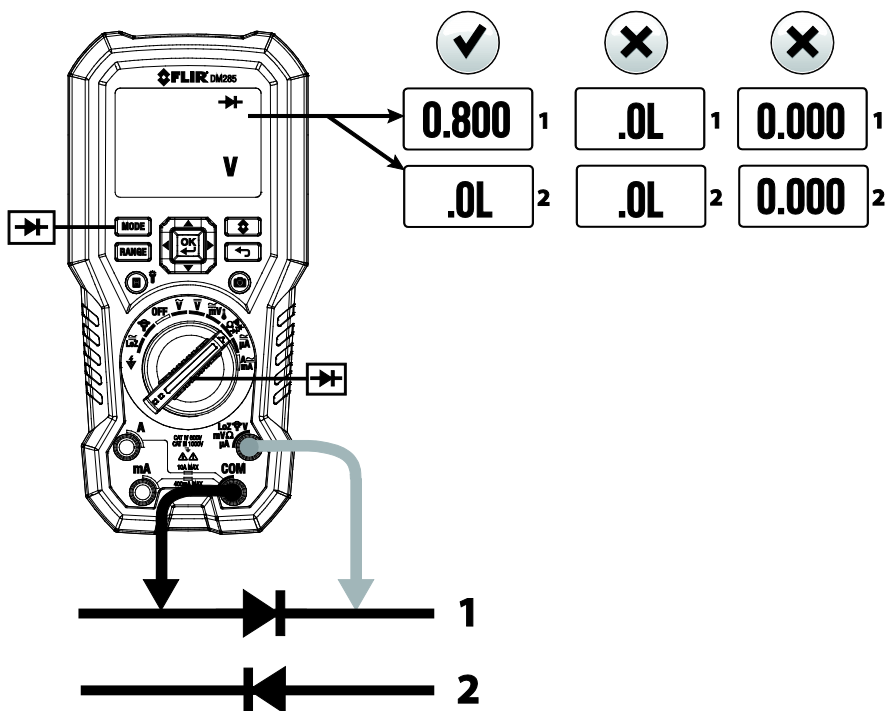

图 9-4 典型二极管测试
4. 在两极(方向)依次触摸跨接被测二极管或半导体结的探头尖端(如图 9-4 所示)。
5. 如果在一个方向读数介于 0.400 和 0.800V 之间，而在相反方向过载 (OL)，则表明组件良好。如果在双向测量值均为 0V（短路）或者过载（断路），则表明组件发生故障。